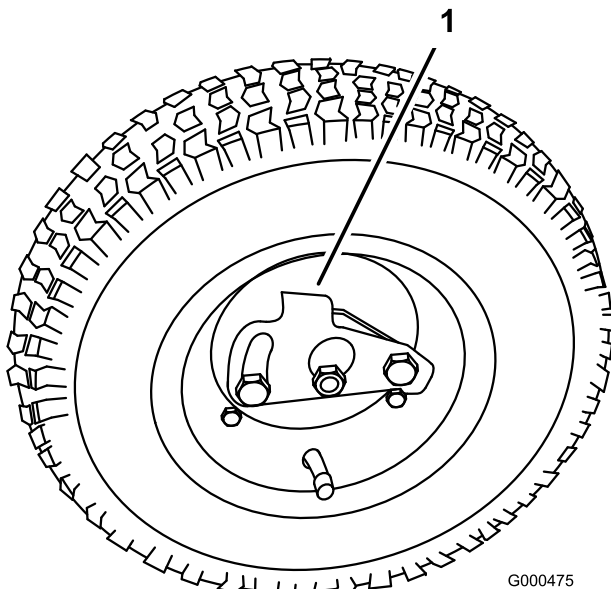

Bild 8
2. Drücken Sie den Radarretierungsclip zur Mitte des Rads und schieben Sie das Rad auf die Sechskantwelle (Bild 8).